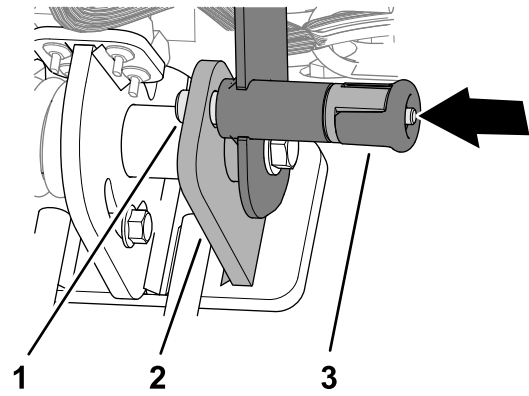

Figura 66
2. Asegúrese de que el pasador de cierre del manillar atraviesa del todo el orificio de la placa de retención (Figura 66).